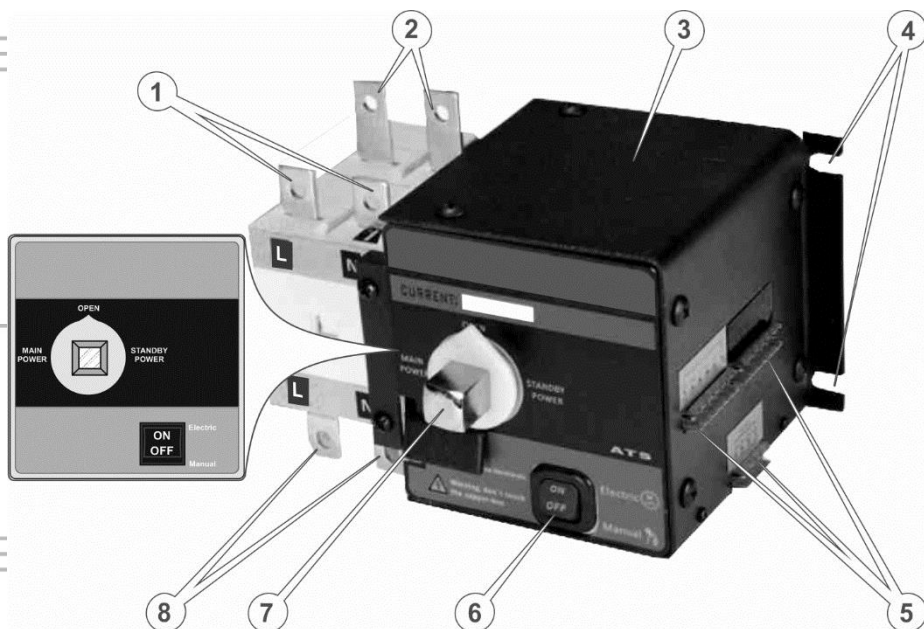
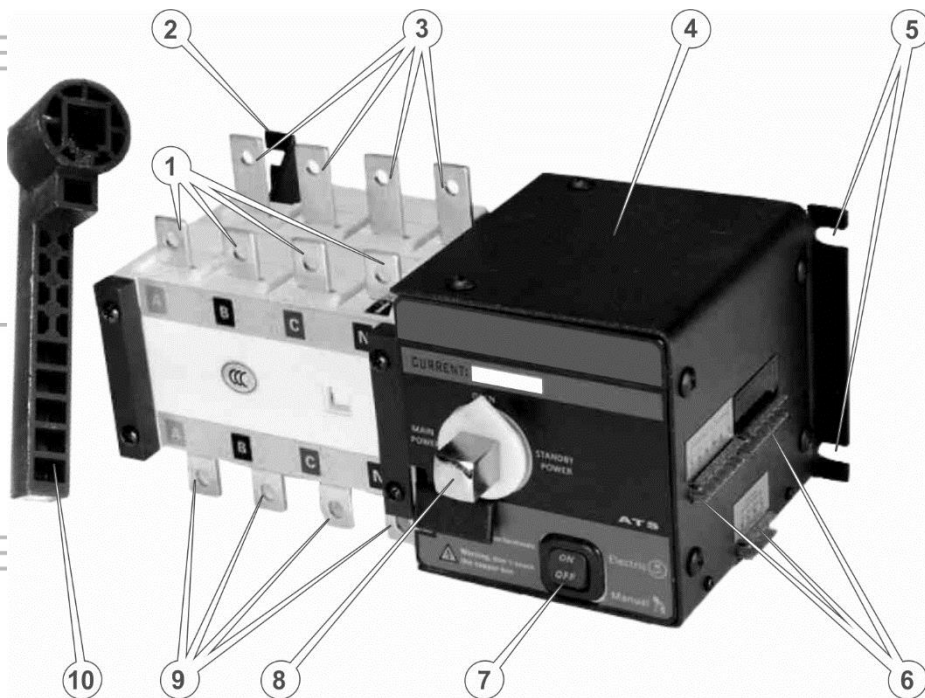

Рисунок 16.
Рисунок 17.
4. Під'єднайте силові кабелі, як зображено для однофазної мережі (див. рис. 16) або трифазної мережі (див.рис. 17) або на панелі під'єднання під клемне з'єднання (див.рис. 14, 15).
5. Перехід на автоматичний режим виконується при переведенні вимикача у положення «ON», як зображено для однофазної мережі (7) (див. рис. 16) або трифазної мережі (8) (див.рис. 17) або перехід на ручний режим, коли вимикач сервоприводу знаходиться у положенні «OFF».
При температурі повітря $t \leq 15^\circ\text{C}$ для створення умов запуску генератора струму, застосовуйте систему підігріву мастила, шляхом увімкнення вимикача (4) (див. рис. 16,17)
Схема приєднання жил до блоку автоматики ATS (однофазна електромережа) (рис.16)
(трифазна електромережа) (Рис.17)**